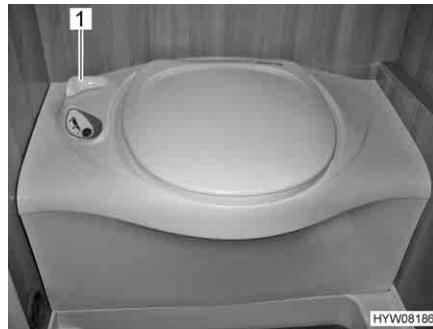

Bild 222 Thetford-toalett
- Öppna spjället på Thetford-toaletten före spolning. Därtill vrids spjällspaken (Bild 222,1) moturs.
- Efter spolning stängs spjället. Därtill vrids spjällspaken (Bild 222,1) medurs.